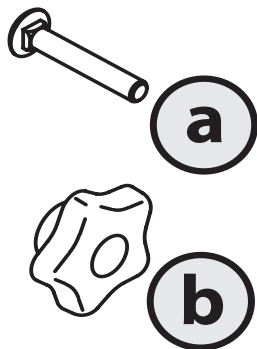

Figura 1
1. Extraiga los tornillos del carro (a) y las perillas en estrella (b) de la caja de cartón. Consulte la Figura 1.